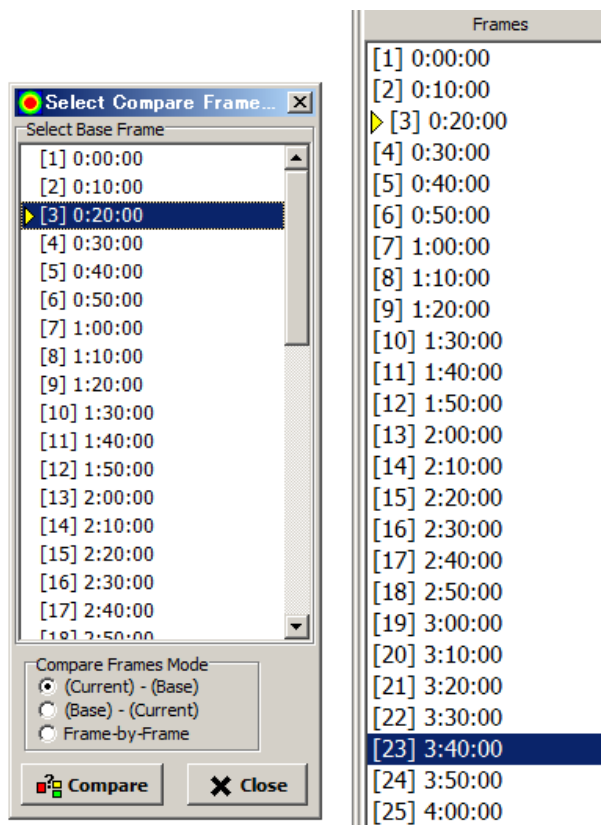

図 8. Compare Frames 設定画面
- Tools 機能のリリース (Compare Frames) (図 8)